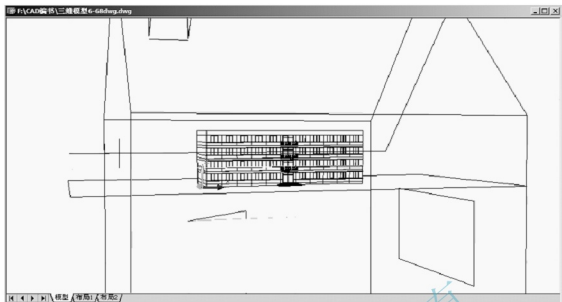

图 6.75 改变视点位置
(5) 在输入选项[相机(CA)/目标(TA)/距离(D)/点(PO)/平移(PA)/缩放(Z)/扭曲(TW)/剪裁(CL)/隐藏(H)/关(O)/放弃(U)]:提示下,输入“CA”,选择相机(视点)的位置。
(6) 在指定相机位置,输入与XY平面的角度,或[切换角度单位(T)]<35.2644>:提示下,移动光标使视点向下移动,以人眼的高度来观察模型,结果如图 6.75 所示。
(7) 按 Enter 键结束命令。